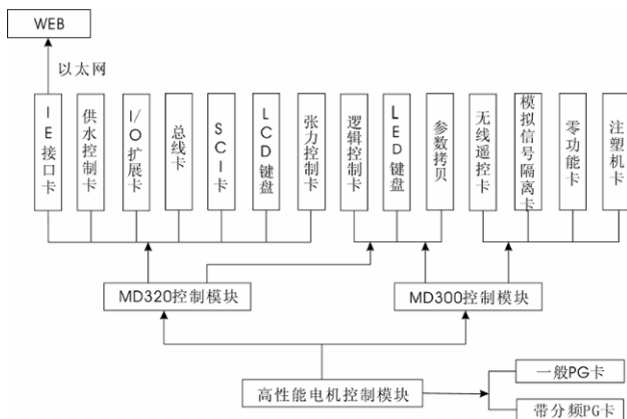

图 2 MD系列变频器模块结构示意图
2:它首创了将用户需求进行电机驱动、通用功能和专用功能等主模块及各种子模块划分的物理标准，如图2所示；
3) MD系列变频器的顶层模块是行业专用模块,这是给行业专用需求提供的解决平台,客户可以使用现有的解决方案,也可以根据自身要求,进行二次开发。这些顶层子模块如图2所示: